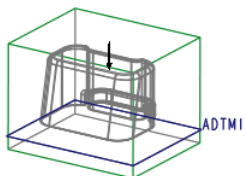
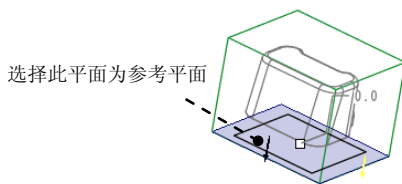

图 4.11 创建基准平面 ADTM1
图 4.12 选择参考平面
(2) 定义“束子”的拔模角度。
① 在“裙边曲面”对话框中双击 **Draft Angle (拔模角度)** 元素。
② 在系统 **输入拔模角值** 的提示下，输入拔模角度值 15，并按 Enter 键。
(3) 创建图 4.11 所示的基准平面 ADTM1，该基准平面将在下一步作为“束子”终止平面的参考平面。
① 单击 **分型面** 功能选项卡中 **基准** 区域的“创建基准平面”按钮 ，系统弹出“基准平面”对话框。
② 系统弹出“基准平面”对话框，选取图 4.12 所示的坯料表面为参考平面，然后输入偏移值-15。
③ 单击“基准平面”对话框中的 **确定** 按钮。结果如图 4.11 所示。